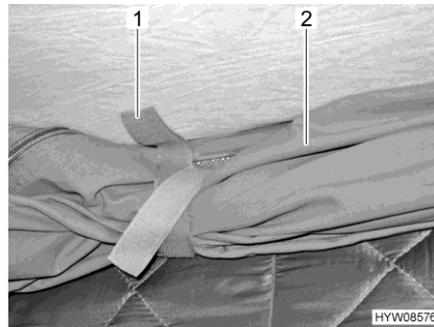

Fig. 19 Passanti di sostegno
- Staccare i passanti di sostegno (Fig. 19,1) che si trovano sul tessuto della tenda avvolto (Fig. 19,2).
- Avvolgere il tessuto della tenda (Fig. 19,2) e fissarlo con i passanti di sostegno (Fig. 19,1).